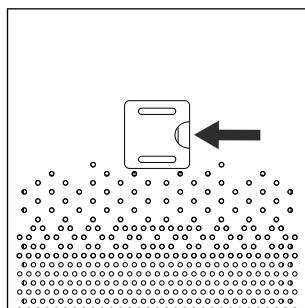

Fig. 1
2. Deschideți capacul compartimentului senzorului de particule **⑪** pe partea posterioară a aparatului, punând degetul în deschizătura de la capac **⑪** (a se vedea fig. 1). Trageți apoi de capac **⑪** în direcția dvs. până când acesta se deschide.